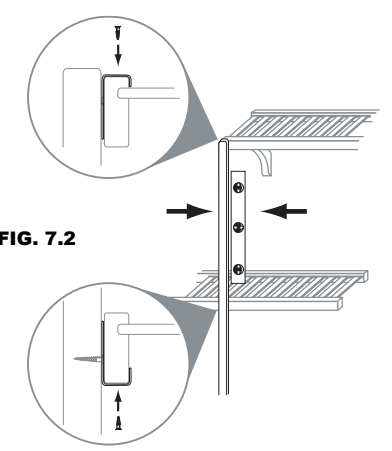

FIG. 7.2
5. Aplome (nivel vertical) la barra de soporte vertical (D) y fije los ganchos en L en los estantes (A) usando tornillos N° 4 de 3/4 de pulg. (Fig. 7.2).
6. Coloque la SEGUNDA barra de soporte vertical (D) en el lugar indicado (consulte el diseño de configuración seleccionado; las medidas presentes en la guía se obtienen desde el borde externo de las barras de soporte vertical).
8. Aplome y fije los ganchos en L restantes de la barra de soporte vertical (D) en los estantes (A) usando tornillos N° 4 de 3/4 pulg. (Fig. 7.2).
9. Fije el estante inferior (E) en las grapas de soporte vertical.